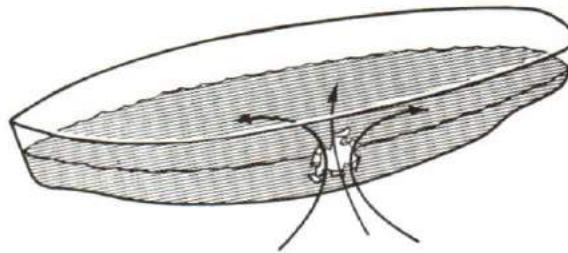

Figure 8-16
1. Chapter 6 explained that a ship is divided up into compartments. Consider again what was said in that chapter. If a ship didn't have compartments, and it was holed in the side, it would soon fill up and sink. See Figure 8-16.
1. On a déjà vu au chapitre 6 qu'un navire est divisé en compartiments étanches. Examinons encore une fois ce que le chapitre nous apprenait, c'est-à-dire que, si un navire n'était pas divisé en compartiments et si un de ses côtés était percé, il se remplirait vite d'eau et il coulerait (voir la figure 8-16).